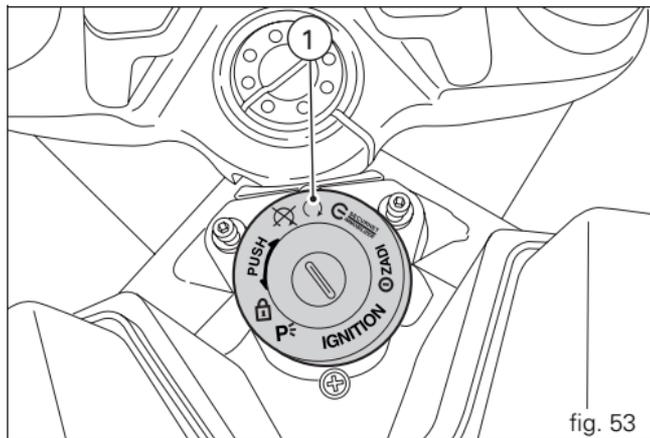

fig. 53
- 1) Déplacer le contacteur sur la position (1, fig. 53).